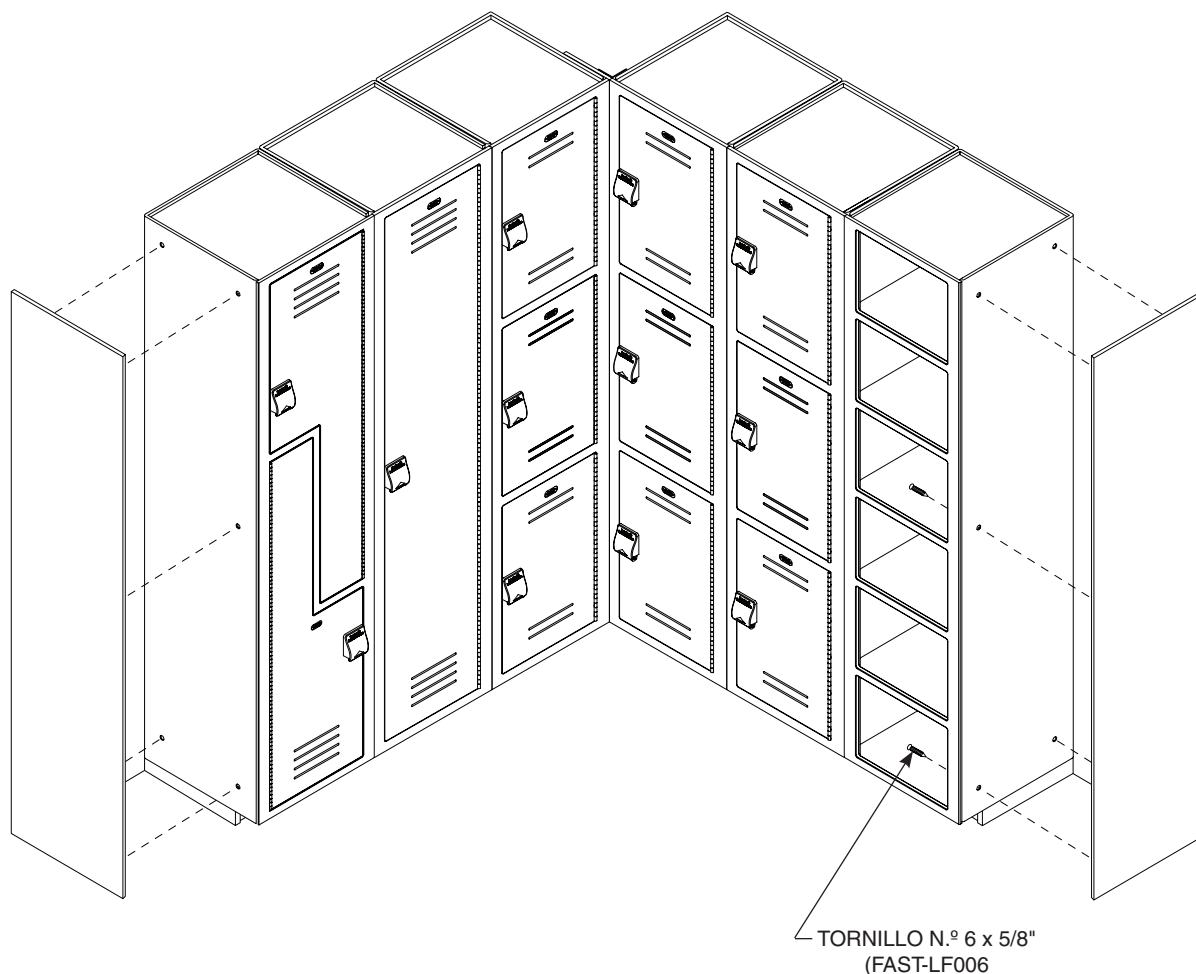

Figura 8
La parte superior inclinada opcional no se muestra en la Figura 8.
1. Perfore cinco orificios de 3/16" de diámetro en cada uno de los costados expuestos de los casilleros donde se debe ajustar el panel del extremo en los lugares que se muestran en la Figura 8. No perfore orificios en el panel del extremo.
2. Fije el panel del extremo a los casilleros con los tornillos n.º 6 x 5/8" de largo proporcionados (consulte la Figura 8). Los tornillos se deben insertar desde el interior del casillero y se deben atornillar en el panel del extremo. Los tornillos no sobresaldrán del panel del extremo.